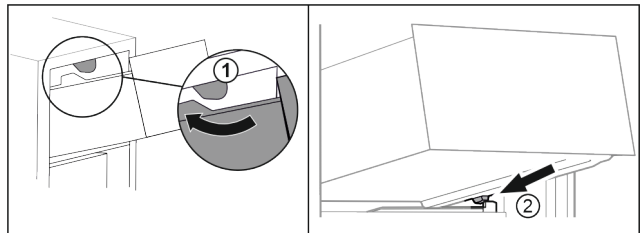

Fig. 27
- ▶ Lade om de bovenste stoppers leiden. Fig. 27 (1)
- ▶ Lade schuin achter de onderste stoppers op containerrib plaatsen. Fig. 27 (2)